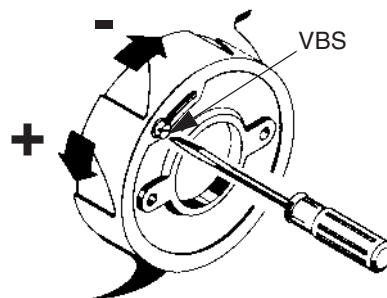

Рис. 23
13) Проверяя постоянно анализы выбросов, отрегулировать расход воздуха, воздействуя на винт **VBS** (Рис. 23); закручивать его для уменьшения расхода и откручивать - для увеличения.